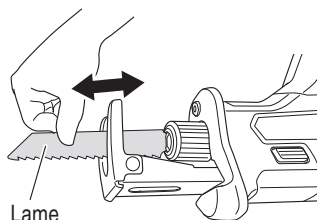

Fig. 9
- (3) De la main, tirer deux ou trois fois de suite sur le dos de la lame pour vérifier qu'elle est solidement fixée. (Fig. 9)